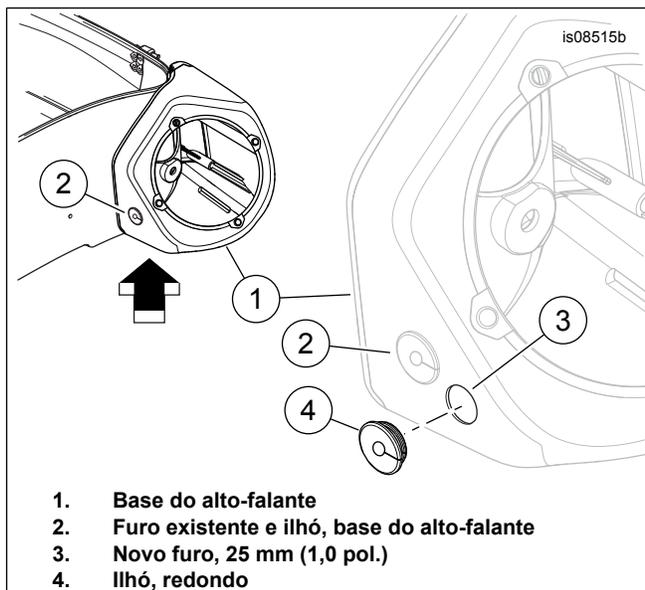

Figura 1. Instalação do ilhó
4. Consulte Figura 1. Faça um **novo** 25 mm (1.0 in) furo de (3) em cada nacela de alto-falante (1), distante do ilhó existente (2), aproximadamente onde mostrado.